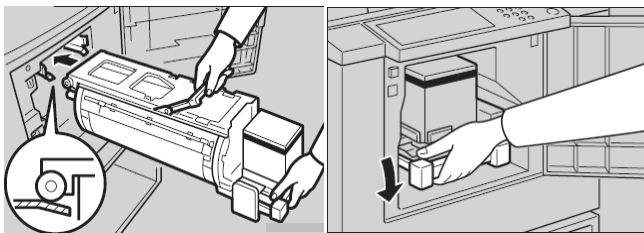

图 5-32 放置印筒单元
④ 将新的印筒单元放置到导轨上，印筒单元上的滑轮按箭头方向沿着导轨滑入，并放下印筒单元锁定杆，如图 5-32 所示。